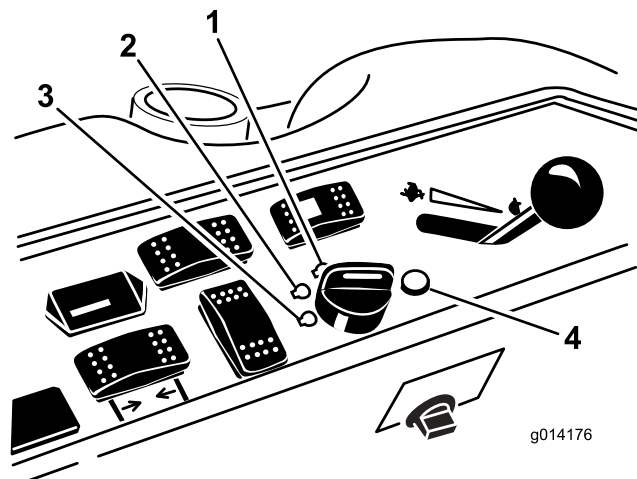

図 12
6. キーを RUN 位置に回す（図 12）。
3. キーを OFF 位置に回す (図 12)。すべての部分が完全に停止してから運転席を立つ。